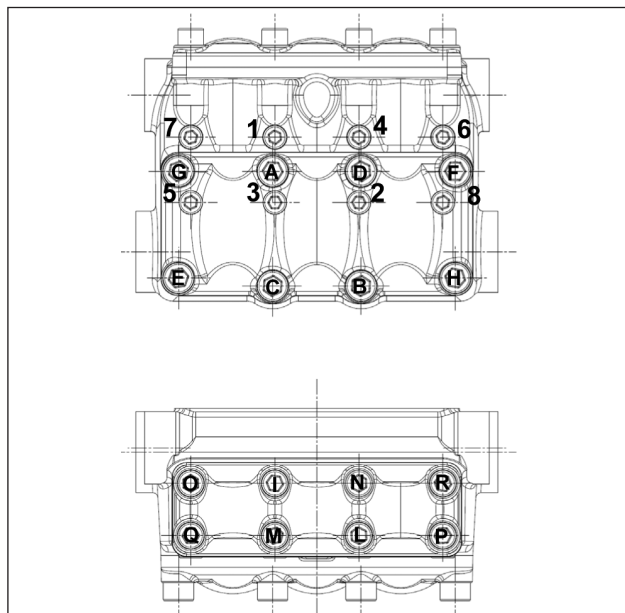
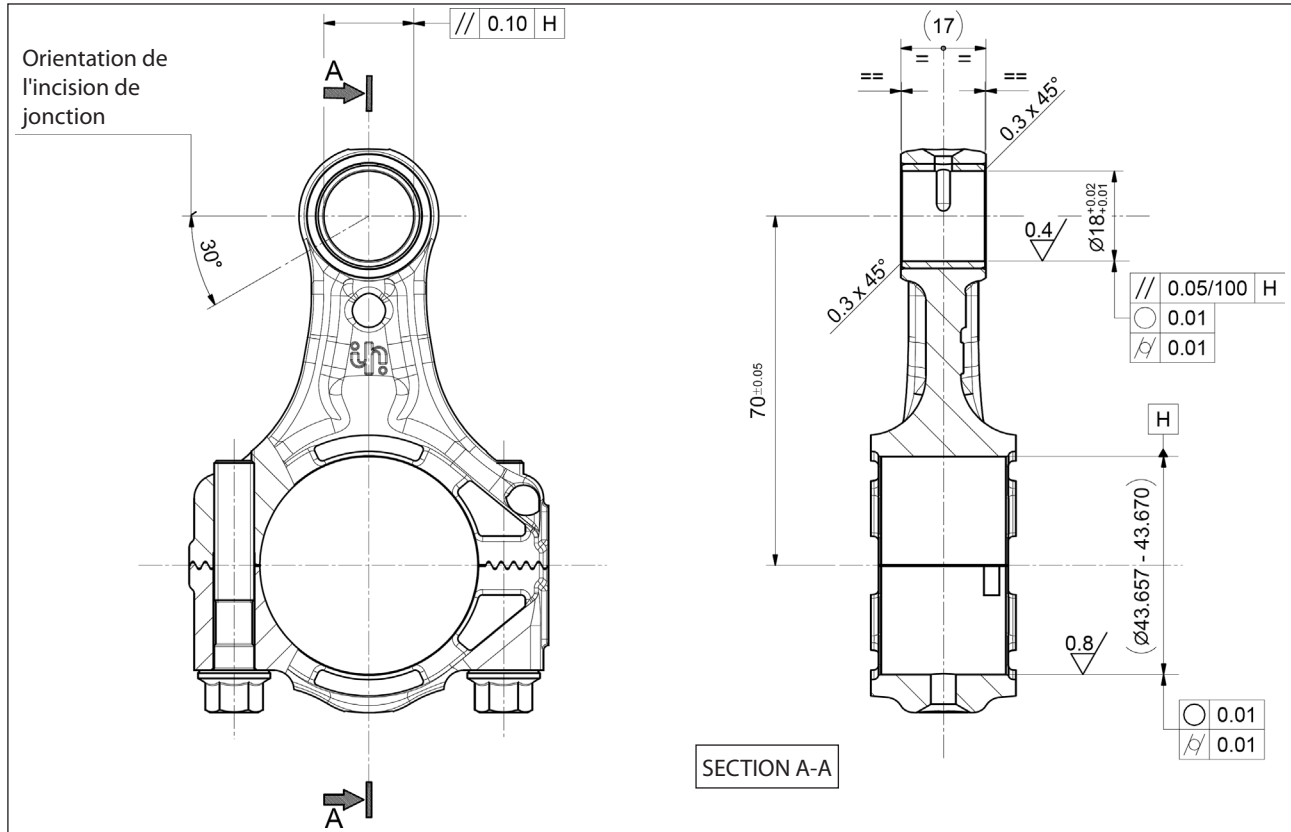

Fig. 31
Fig. 32
<p>* Les vis de fixation du chapeau de la bielle doivent être serrées simultanément en respectant les phases indiquées pag. 30.</p> <p>** Les vis de fixation de la tête, rep. vue éclatée 55, doivent être serrées avec une clé dynamométrique en respectant l'ordre indiqué sur le schéma Fig. 32.</p> <p>*** Les vis de fixation du couvercle des soupapes, rep. vue éclatée 45 et rep. vue éclatée 58, doivent être serrées avec une clé dynamométrique en respectant l'ordre indiqué sur le schéma Fig. 31.</p> <p>**** Pour la fixation de la vis du Flasque 2e PTO, utiliser Loctite 243 couleur Bleue réf. 12006400.</p>
- l'incision de la jonction doit être orientée comme l'indique la (Fig. 32).
Après quoi, procéder aux opérations mécaniques en respectant impérativement les dimensions et les tolérances indiquées (Fig. 32).